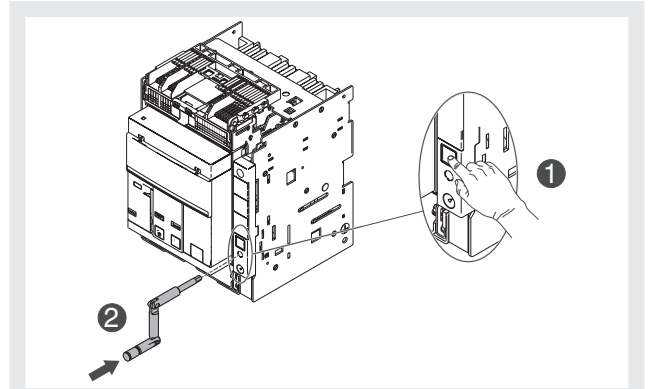

Figura 34
5. Premere il pulsante di blocco ed inserire la manovella nella parte mobile. In questa fase la parte mobile è ancora in posizione **DISCONNECT**. Vedi Figura 34.